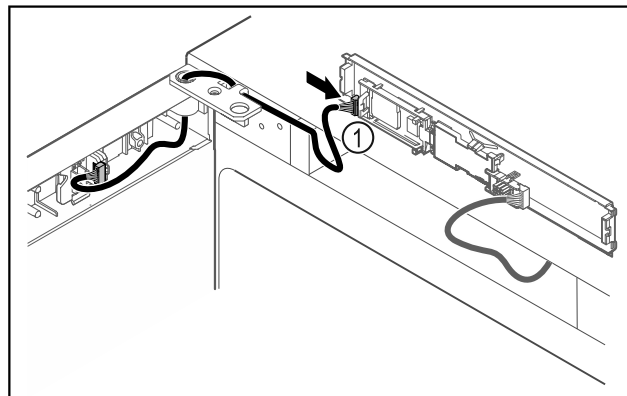

Fig. 48
- Stekker Fig. 48 (1) in printplaat steken.